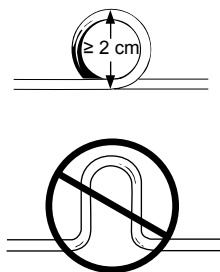

Figura 7. Enrollamiento de la parte sobrante del electrodo.
- Enrolle la parte sobrante del cuerpo del electrodo formando un bucle circular mayor de 2 cm de diámetro. No cree un bucle o una curvatura en forma de U (Figura 7). Un bucle circular reduce la posibilidad de interferencias electromagnéticas y sus efectos e impide que el cuerpo del electrodo se retuerza y sufra daños.